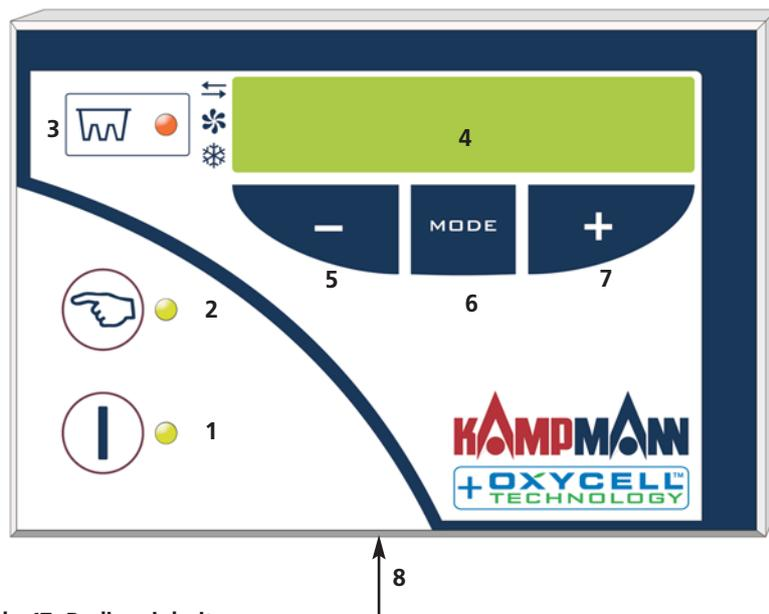

Abb. 17: Bedieneinheit
- 4** Display; die LED an der linken Seite zeigt die Funktion an, s. auch Abb. 17: